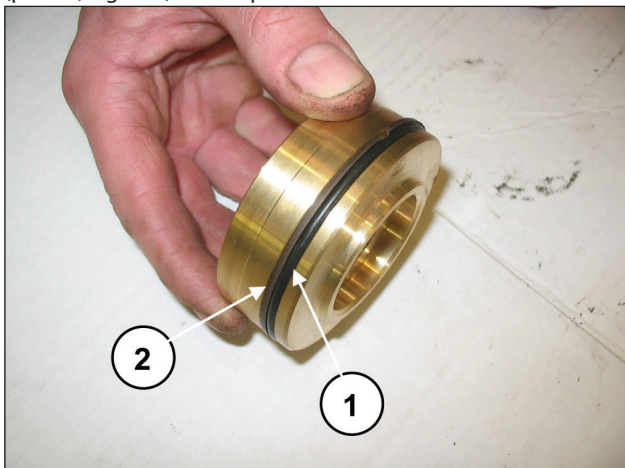

Fig. 114
Montar la junta tórica, pos. dibujo desglosado 17 (pos. ①, Fig. 114) y la anilla antiextrusión, pos. dibujo desglosado 21 (pos. ②, Fig. 114) en el tapón de la válvula de envío.